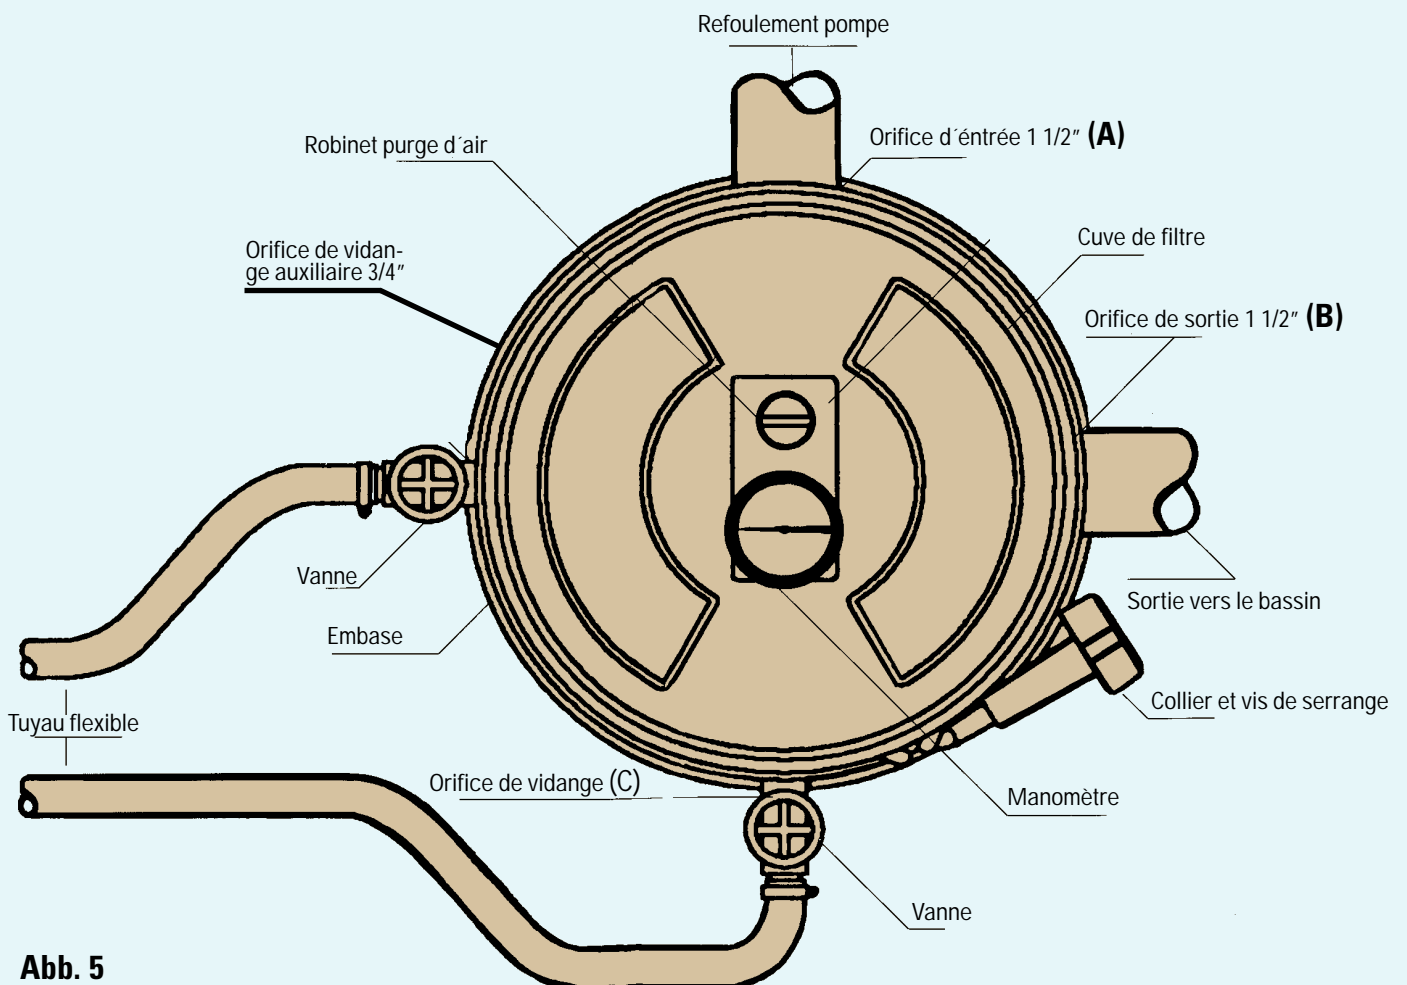

Abb. 5
5. Ouvrir l'orifice de vidange C ou D (Fig. 5), vidanger le filtre.
L'embase du filtre comporte 4 orifices (Fig. 5).
1. Raccorder l'orifice auxiliaire D (Fig. 5) à l'égout.
1. Vidanger complètement la cuve à l'aide des orifices C & D (Fig. 5) et ne pas les refermer.